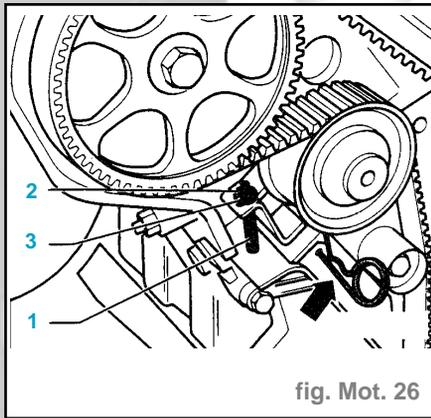

fig. Mot. 26
- Visser la tige filetée M5x55 (1) dans le dispositif de tension de courroie crantée. Visser l'écrou six pans (2) avec une grosse rondelle entretoise (3) sur la tige filetée (1) (fig. mot. 26).
- Retirer le mandrin d'arrêt et relâcher le piston de pression du dispositif de tension de courroie crantée. Dévisser la tige filetée (1) (fig. mot. 26).